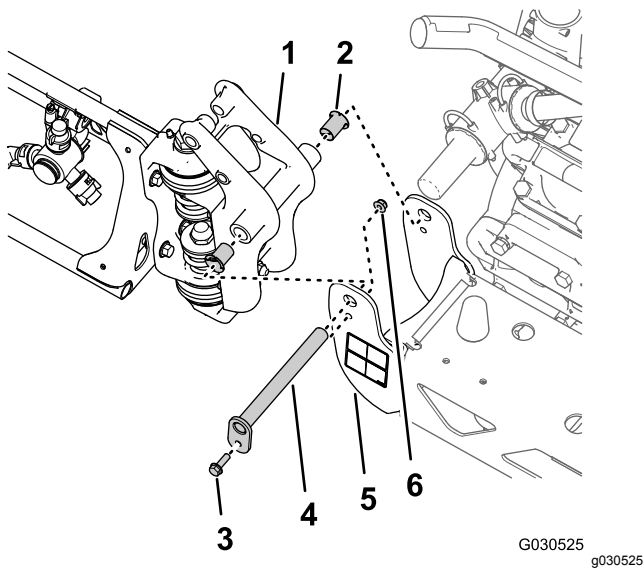

Figura 40
il perno orientabile alla staffa orientabile (Figura 40).
2. Rimuovete il perno orientabile dalla staffa orientabile per la sezione di irrorazione centrale e il raccordo orientabile per la sezione di irrorazione esterna (Figura 40).
3. Separate la sezione di irrorazione esterna da quella centrale e rimuovete la sezione esterna dalla macchina (Figura 40).
4. Rimuovete le 2 boccole flangiate in nylon dal raccordo orientabile della sezione di irrorazione esterna (Figura 40).